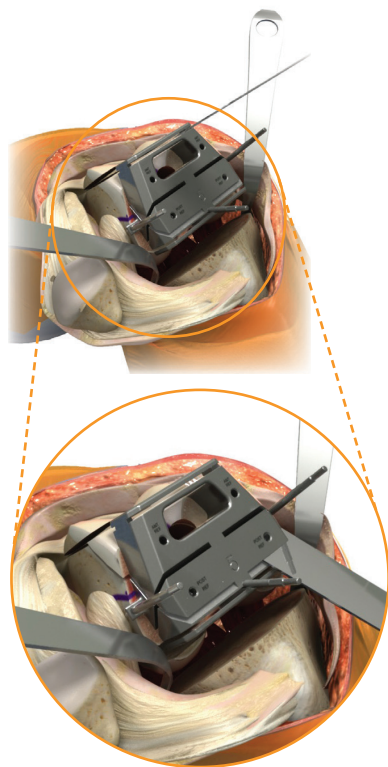

Figura 17a
2. Antes de realizar la resección ósea, inserte la Guía de Resección (ala de ángel) en la ranura de la cuchilla anterior del Bloque de Resección A/P para revisar el plano de la resección y así evitar cualquier entalladura (Figura 17a).